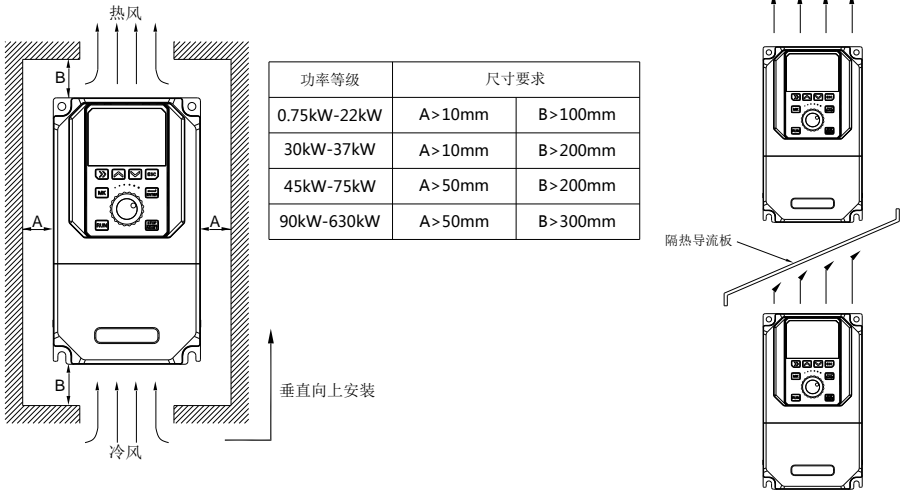

图 2-1 C310 变频器安装示意图
- 1) 请垂直安装变频器，便于热量向上散发，但不能倒置。若柜内有较多变频器时，最好是并排安装。在需要上下安装的场合，请参考图 2-1 安装隔热导流板。
- 2) 安装空间遵照图 2-1 所示，保证变频器的散热空间。但布置时请考虑柜内其它器件的散热情况。